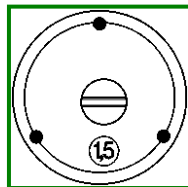

Bild 5: Einstellung des Hubes (außer Reihe SK 14 und SK 15)
10. **Einstellung des Hubes (außer Reihe SK 14 und SK 15):** Schrauben Sie die Abschlußkappe der Pistole ab (nicht nötig bei K 26). Dahinter liegt eine Einstellschraube, an der in Stufen von 0,5 mm der Hub verändert werden kann (Bild 5).